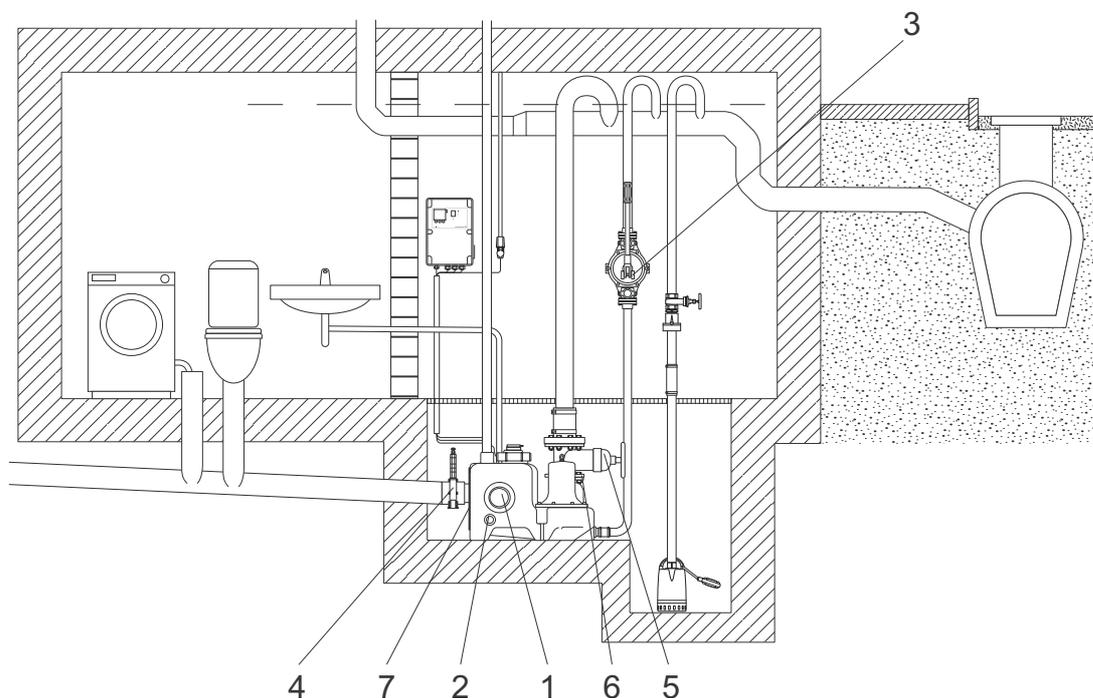

Fig. 15 Schéma d'installation
- Prévoir une fosse pour la pompe au dessous du niveau du sol. En cas d'installation d'une station de relevage dans une cave présentant un risque d'inondation, il est recommandé (même nécessaire dans certains pays) de placer une pompe de drainage dans un puisard séparé en dessous du niveau du sol. Voir fig. 15.
- Toute la tuyauterie de refoulement de la station de relevage, de la pompe à membrane et de la pompe de drainage doit posséder un coude au-dessus du niveau de reflux local. Le point le plus élevé du coude/siphon inversé doit se trouver au-dessus du niveau du sol de la rue. Voir fig. 15.